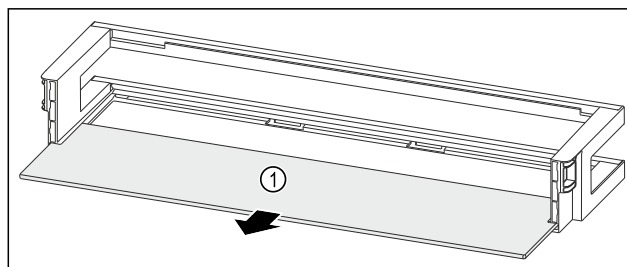

Fig. 116 Raft montat pe ușă cu raft
- ▶ Extrageți raftul Fig. 116 (1).